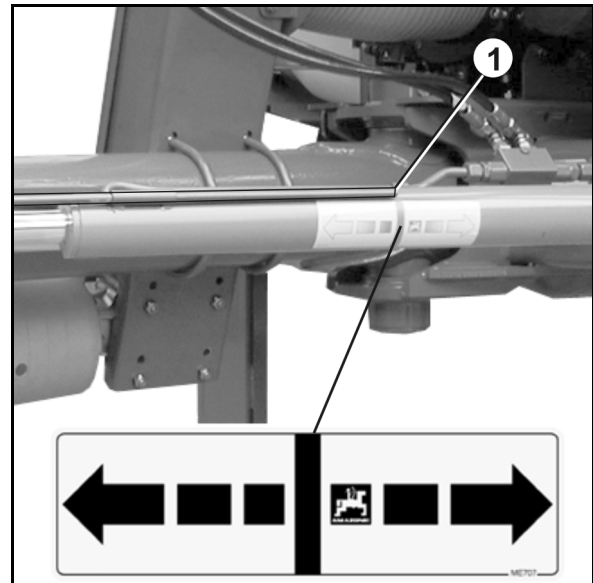

Bild 38
1. Manövrera traktorns styrenhet *blå* tills dragstangen befinner sig i mittläge (Bild 38/1).